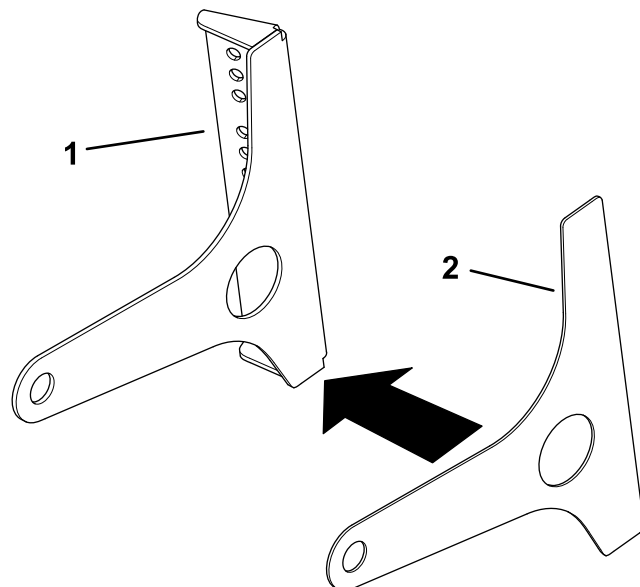

Рисунок 3
4. Приклейте кронштейн ручки к креплению зеркала (Рисунок 3).